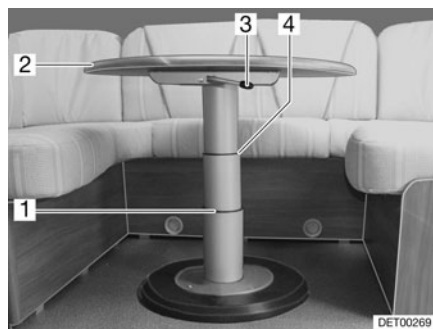

Fig. 64 Mesa elevadora del grupo de asientos circular
- Girar la palanca de bloqueo (Fig. 64,3) hacia la izquierda. El bloqueo está abierto.
- Presionar el tablero de la mesa (Fig. 64,2) por el centro hacia abajo hasta el tope deseado (Fig. 64,1 ó 4) y manténgalo presionado.
- Girar la palanca de bloqueo (Fig. 64,3) hacia la derecha. La mesa elevadora está bloqueada.